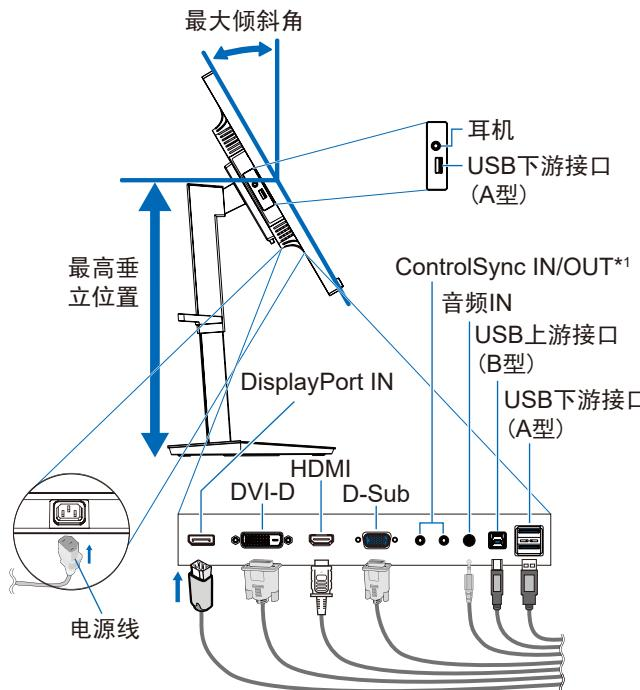
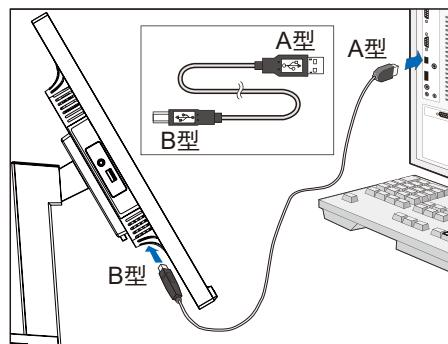

图 C.1
图 C.1a
4. 连接所有的电缆线至适当的接头（图 C.1）。当使用 USB 信号线时，将 B 型连接头连接至显示器后侧的 USB 上游接口并且将 A 型连接头连接至计算机的 USB 下游接口（图 C.1a）。如果使用 USB 装置的电缆线，请插入在显示器的下游接口之一。